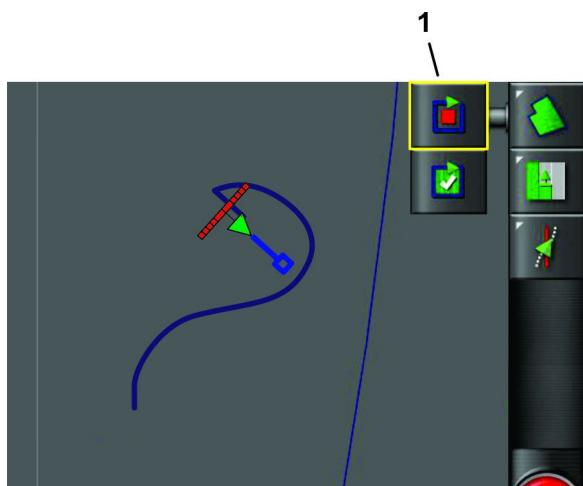

Figure 43
- Mettez la machine en position (Figure 43).
- Appuyez sur l'icône ENREGISTRER LA LIMITÉ DE CHAMP pour reprendre l'enregistrement et continuez de conduire la machine pour délimiter le périmètre (Figure 43).